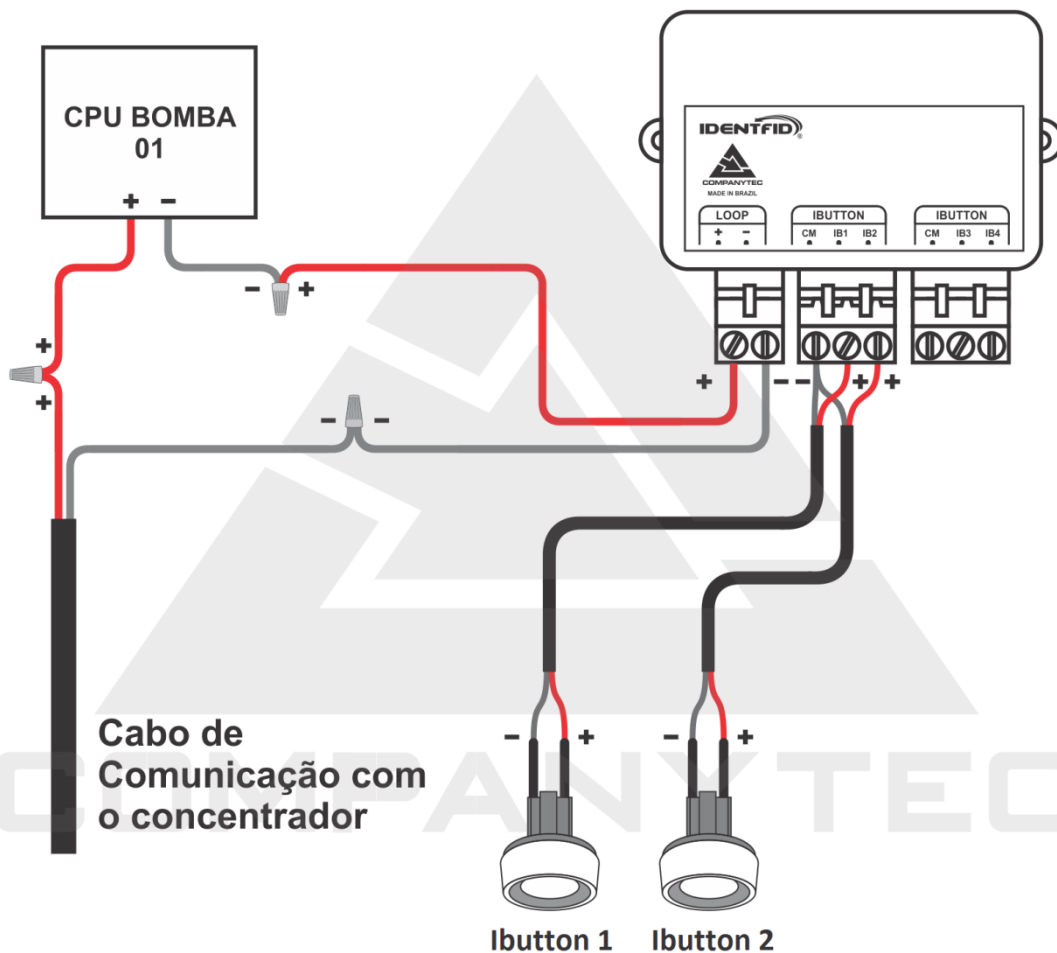

Figura 6 - Esquema de Conexões Leitor Ibutton em bomba com 2 abastecimentos simultâneos
Na Figura 6 - Esquema de Conexões Leitor Ibutton em bomba com 2 abastecimentos simultâneos temos um exemplo de conexão em uma bomba que possui 1 CPU e 2 abastecimentos simultâneos.
**Nota:** As cores utilizadas nos fios positivos e negativos da Figura 6 - Esquema de Conexões Leitor Ibutton em bomba com 2 abastecimentos simultâneos são meramente ilustrativas.